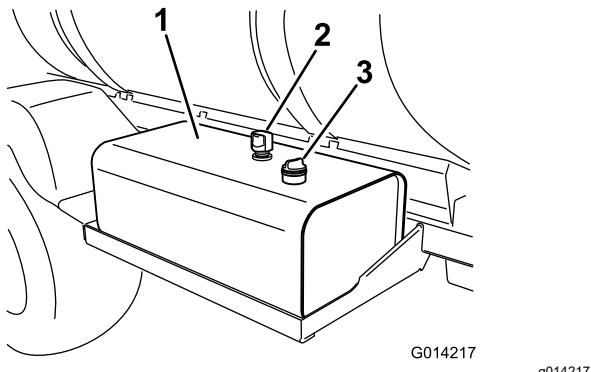

Figure 95
- Nettoyez la surface autour du bouchon-jauge du réservoir de liquide hydraulique et enlevez-le (Figure 95).